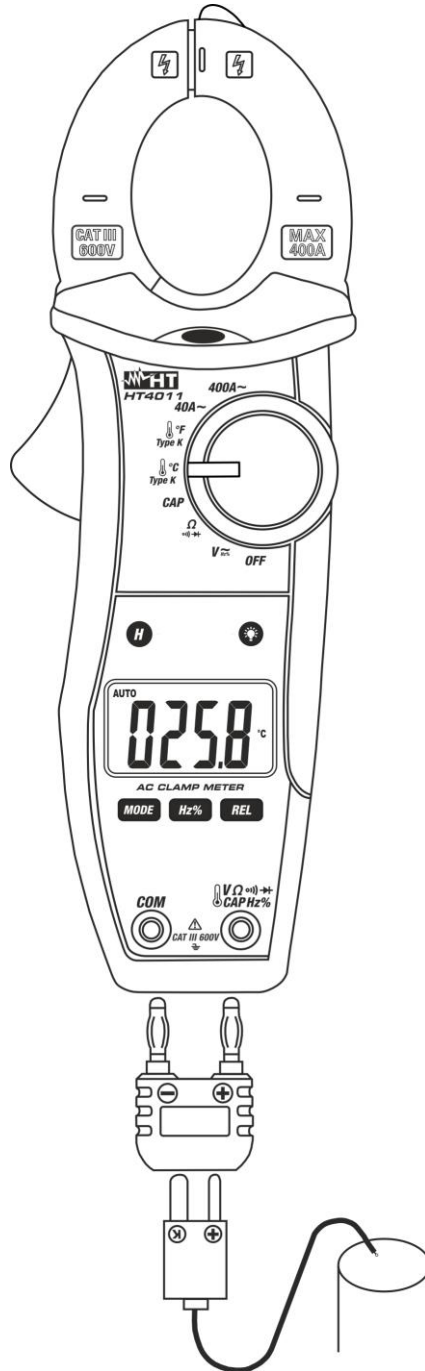

Fig. 9: Uso de la pinza para medida de Temperatura con sonda tipo K
2. Inserte la sonda tipo K en dotación en los terminales de entrada **VΩHz%** y **COM** mediante el adaptador, respetando la polaridad mostrada en Fig. 9. El valor de la temperatura se muestra en pantalla